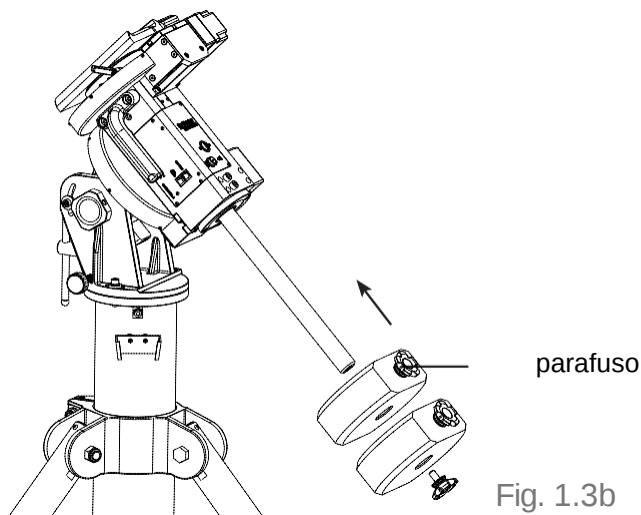

Fig. 1.3b
3. Solte o parafuso do contrapeso e deslize o contrapeso na haste de contrapeso. Aperte o parafuso para fixar o contrapeso na haste. (Fig. 1.3b)